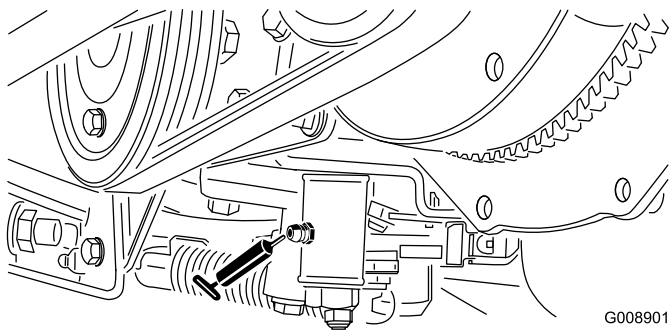

Рисунок 57
- Механизм регулировки нейтрали (Рисунок 57)